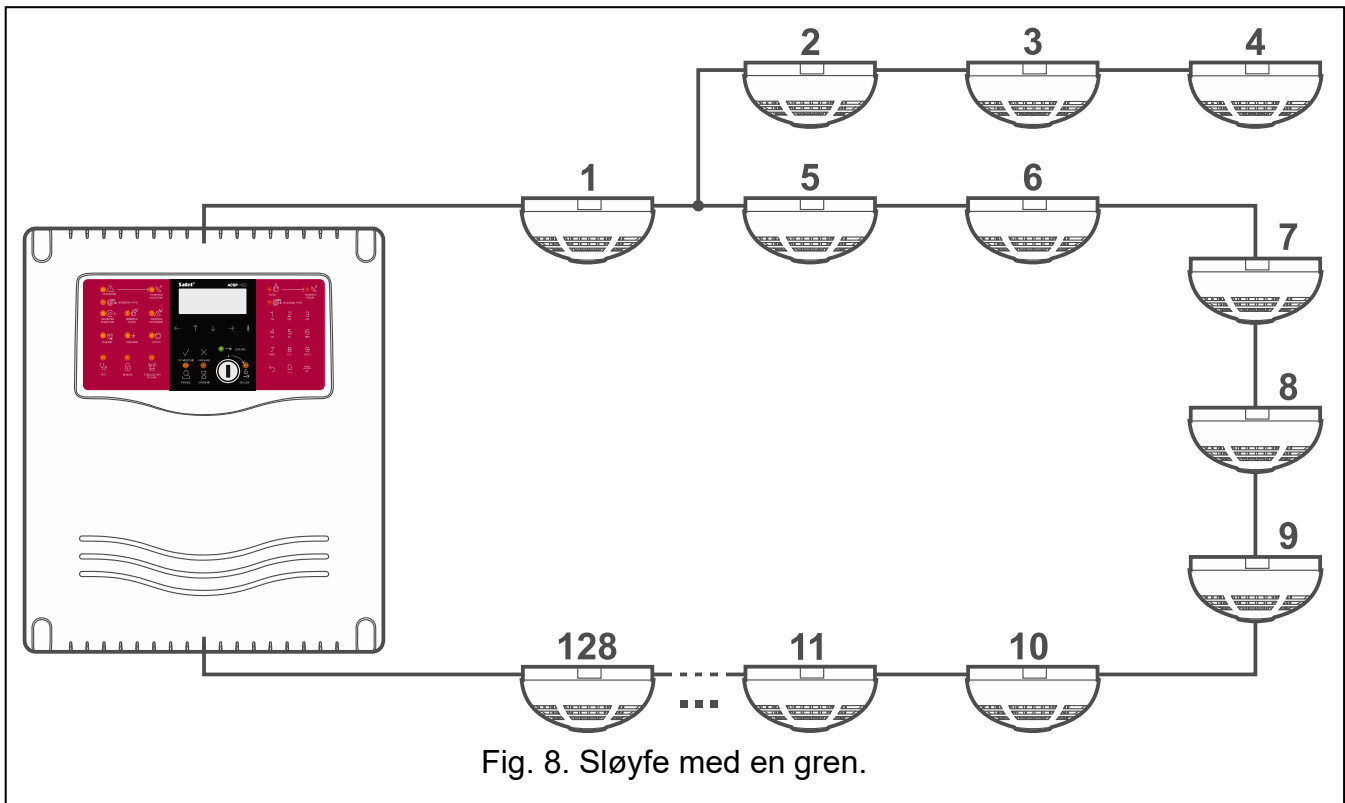

Fig. 8. Sløyfe med en gren.
- **Sløyfe med en gren (med en radial sløyfe)** - en radial sløyfe kan danne en gren som fører ut av sløyfen (se: fig. 8). Grenen (den radiale sløyfen) er ikke-feilbestandig. Når en gren kortslutter eller brudd oppstår, frakobles alle elementene fra feilens plassering til slutten av den radiale sløyfen. Flere radiale sløyfer kan forgrene seg ut av sløyfen. Hver radial sløyfe kan inneholde opptil 32 linjeeenheter. Hele deteksjonslinjen av denne typen (sløyfe pluss radial sløyfe) kan inneholde opptil 128 adresserbare elementer.